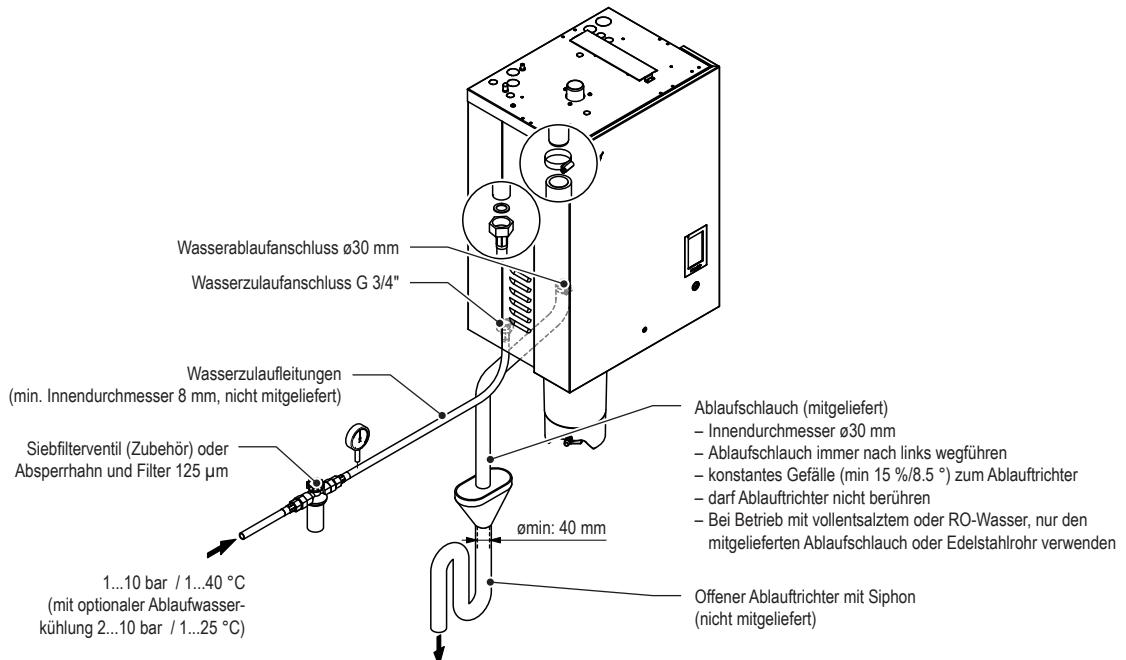

Abb. 20: Übersicht Wasserinstallation für Einzelgeräte Klein ("S") und Mittel ("M")
- Den mitgelieferten Ablaufschlauch immer nach links vom Ablaufanschluss wegführen und nach unten zum Ablauftrichter führen (siehe Abb. 20).